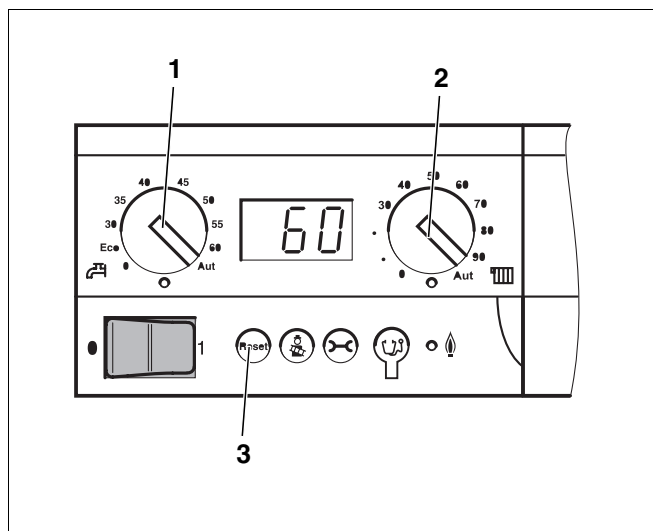

Рис. 17 Главный регулятор Logamatic BC10
Поскольку горелка специально поставляется в состоянии сообщения о неисправности, то нужно перед первым пуском в эксплуатацию выполнить сброс неисправности, для чего нажать кнопку Reset (рис. 17, **поз. 3**, стр. 19). Или нажать кнопку подавления помех на SAFe 10 (как это описано далее).
Поскольку горелка специально поставляется в состоянии сообщения о неисправности, то нужно перед первым пуском в эксплуатацию выполнить сброс неисправности, для чего нажать кнопку Reset (рис. 17, поз. 3). Или нажать кнопку подавления помех на автомате горения (как это описано далее).
- Установить ручки управления "максимальной температурой котловой воды" (рис. 17, поз. 2) и "заданной температуры горячей воды" (рис. 17, поз. 1) на "Aut".